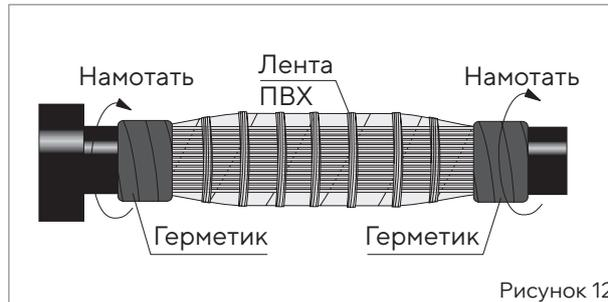

Рисунок 12
■ Снять временный бандаж из ленты ПВХ с проволок экрана. Проволоки экрана разогнуть в направлении друг друга вдоль муфты, наложив длинные проволоки на короткие (40 мм), и закрепить пружиной ППД (рис. 12). Излишки проволок обрезать.